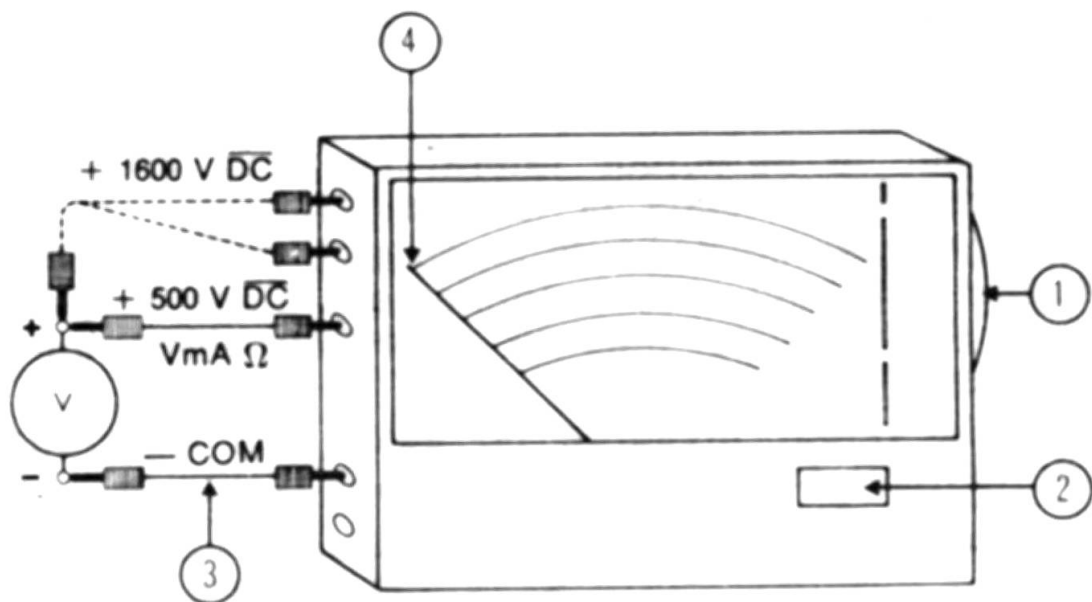

Fig. 1
- Agir sur le sélecteur latéral (1) pour afficher le calibre désiré dans la fenêtre (2).
- Respecter la polarité indiquée sur la figure 1 en branchant les cordons de mesure (3) :
- Effectuer le branchement entre les douilles — COM et + 500 V \overline{DC} (ou + 1 600 V \overline{DC} selon le cas) comme indique en pointillé figure 1.